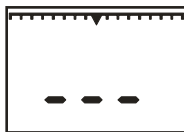

Рисунок 9.1
9.4 Включение газоанализатора осуществляется нажатием кнопки "ВКЛ". После включения газоанализатора должен быть слышен звук работающего микронасоса. При этом на цифровом индикаторе газоанализатора отображается надпись "- - - - " и включается постоянный звуковой сигнал (рисунок 9.1). Кнопку "ВКЛ" необходимо удерживать до отключения постоянного звукового сигнала (приблизительно 3 секунды).